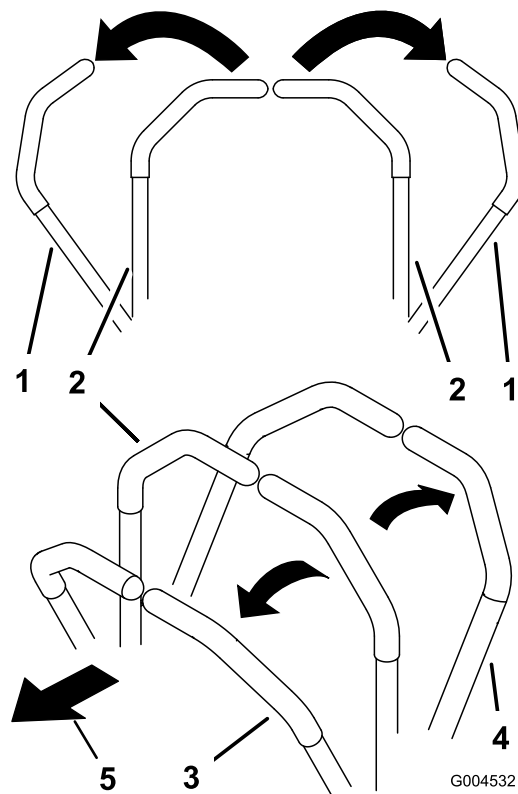

Figure 14
1. Placez les poignées de commande en position de **VERROUILLAGE AU POINT MORT** (Figure 14).